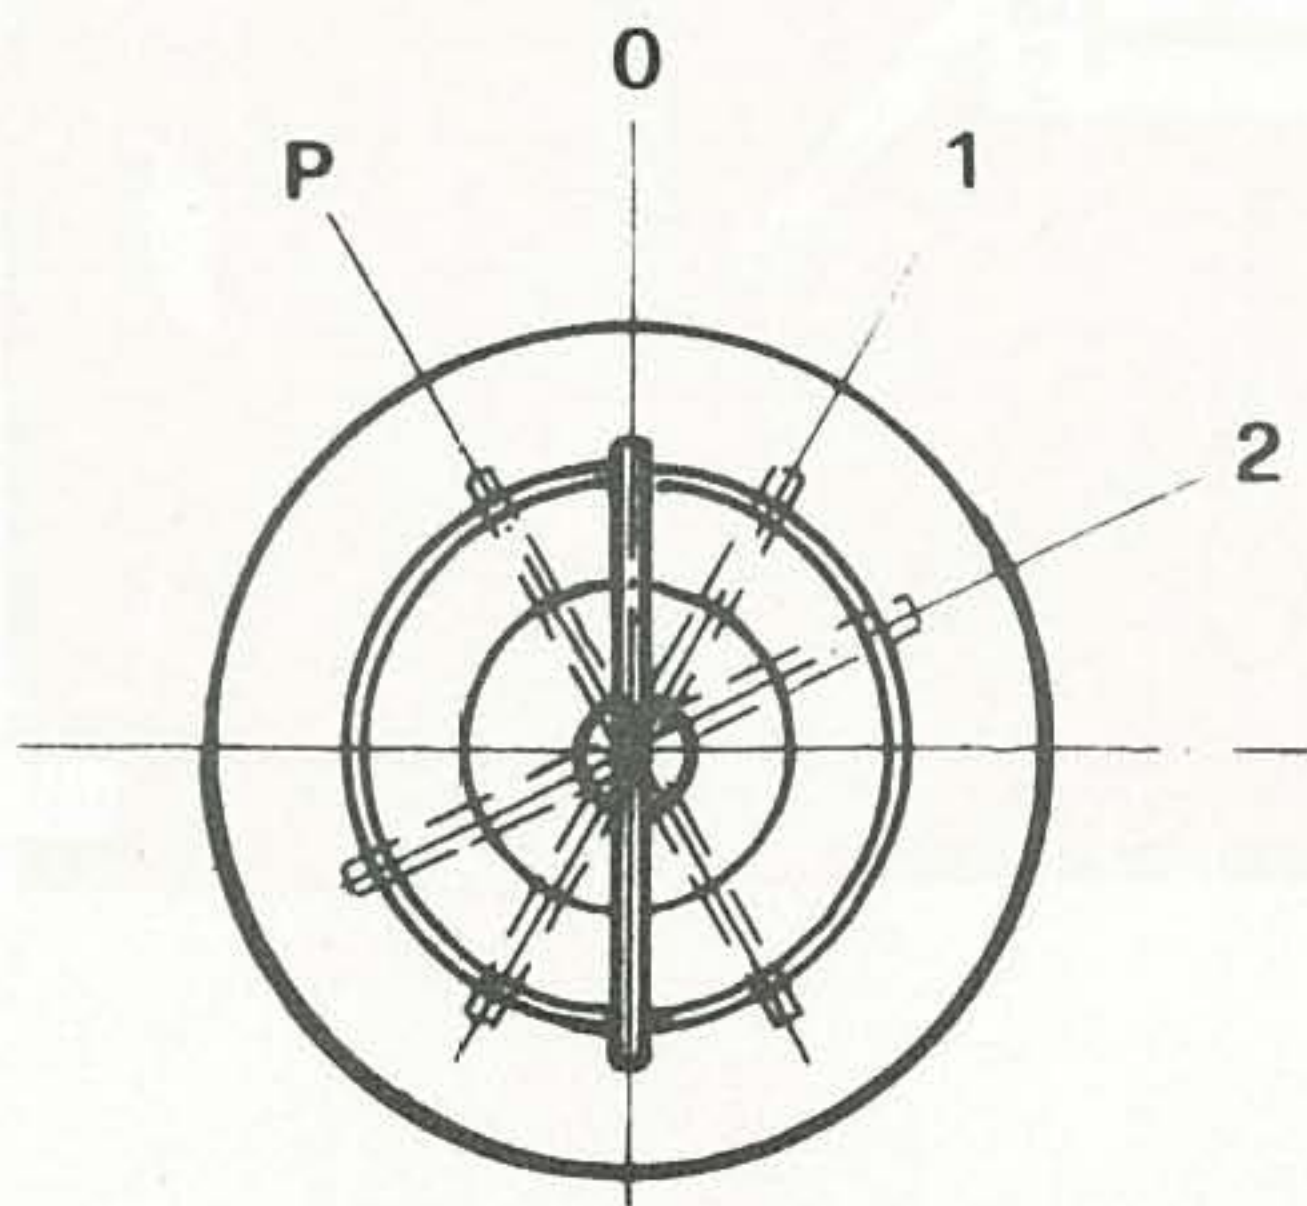

Fig. 5 - Comutador do sistema eléctrico
4. Introduzir a chave no comutador das luzes do sistema eléctrico e rodar para a posição I (fig. 5).
- Inserir no comutador a chave de ignição rodando para a posição P (fig. 5). Manter bem presa nesta posição 10 a 15 segundos.
AVISO: - Com o motor a trabalhar, deixe a chave de ignição na posição I (fig. 5), para permitir a recarga da bateria, o funcionamento do indicador de nível de combustível, da temperatura e dos sinais luminosos situados no painel de instrumentos.